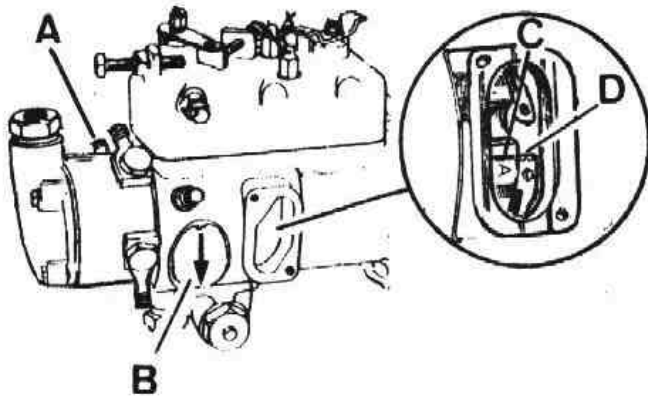

Fig. A1-46 Sincronización correcta de la bomba
- B) Conectar la boquilla del comprobador de inyectores a la salida, A (Fig. A1-46) la cual corresponde a la salida marcada con (x) en la bomba.
- C) Comenzar a bombear gas-oil o similar al interior de la bomba inyectora hasta conseguir una presión aproximada de 20 mkg/cm2. Manteniendo esta presión, girar el eje de la bomba en el sentido normal de trabajo, según indica la flecha, B (Fig. A1-46) de la placa de características. - En el momento que se encuentre la mayor resistencia al giro, dejar de girar el eje y observar la posición en que ha quedado la marca, C (Fig. A1-46) gravada junto a la letra (A) en la placa de transmisión de la bomba inyectora. Si la marca, C, queda alineada con el extremo recto, D, del anillo de sincronización, se puede dar por concluida la comprobación ya que la bomba está perfectamente sincronizada.